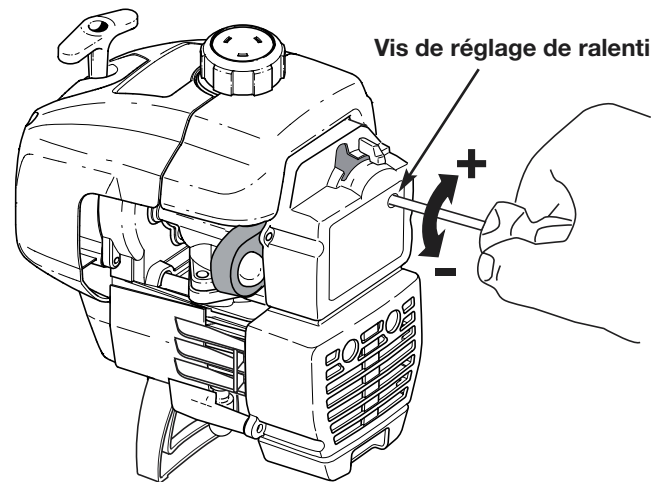

Fig. 28
Le régime ralenti du moteur est réglable par le couvercle du filtre à air/silencieux (Fig. 28).
2. Relâchez le levier d'accélérateur et laissez le moteur au ralenti. Si le moteur s'arrête, insérez un petit tournevis à embout cruciforme ou à tête plate dans le trou du filtre à air/couvercle du silencieux (Fig. 28). Vissez la vis de ralenti de 1/8 de tour à la fois (selon le besoin) jusqu'à ce que le moteur se mette bien au ralenti.